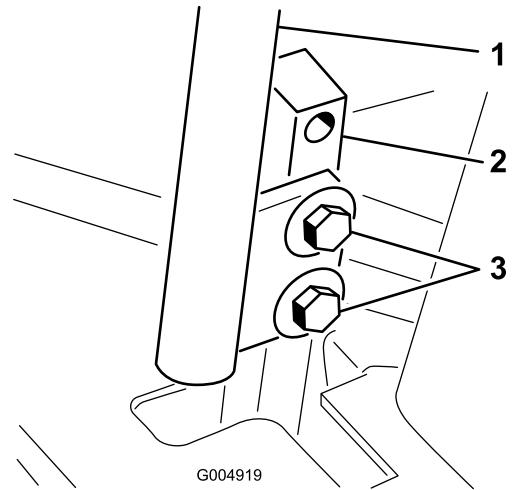

Figure 93
3. Desserrez les boulons de fixation des leviers de commande (Figure 93).